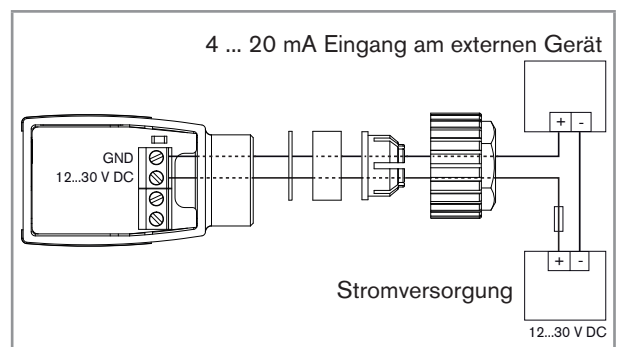

Bild 3: Gerät mit Kabelverschraubung – Anschluss des Stromausgangs
- Den 4...20 mA-Stromausgang anschließen (Anschluss mit 2 Drähten). Siehe Bild 3.